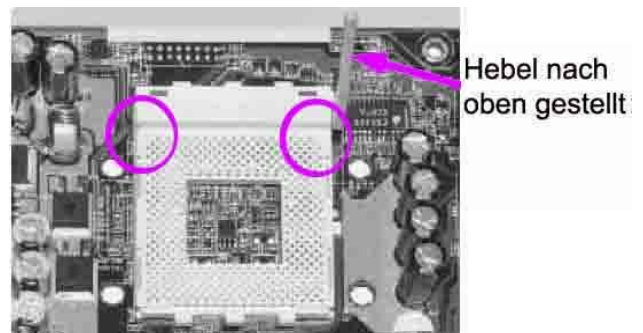

Abbildung 66: Markierungen am Sockel und geöffnetem Hebel [55]
3. Öffne am Sockel den Fixierhebel, wie in Abbildung 66 dargestellt und gekennzeichnet. Der Sockel weist an zwei Stellen Markierungen auf. Die Markierungen sind direkt auf dem Sockel, neben den Löchern, angebracht.